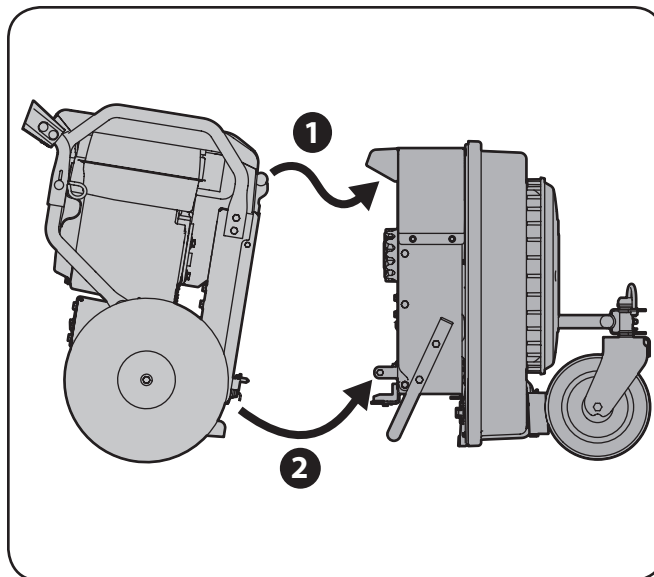

Figura 4-2
2. Incline la base de potencia FLEX™ hacia adelante, enganchando la lengüeta de montaje superior con la manija de montaje del accesorio soplador de hojas. Consulte 1 de la Figura 4-2.
3. Una vez que se engancha el montaje superior (1), con ambas manos en las manijas, incline suavemente la base de potencia hacia atrás para enganchar los montajes inferiores (2). Consulte la Figura 4-2.